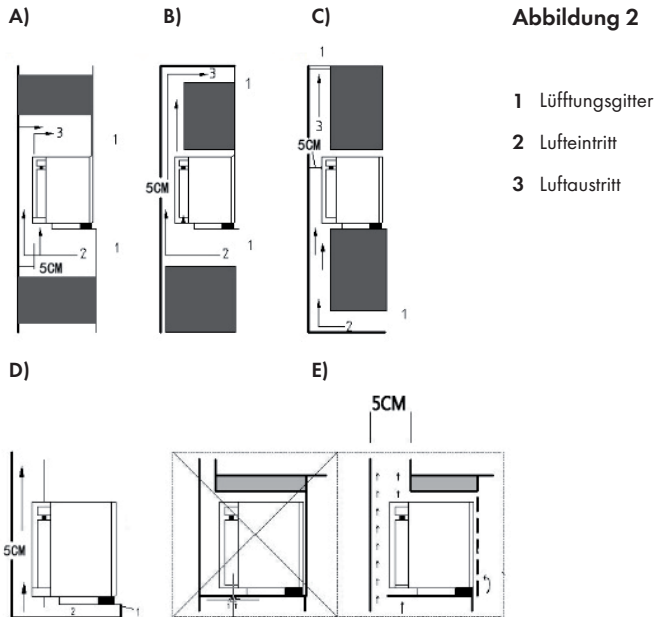

Abbildung 2
- 2 Falls Ihr Kühlschrank in eine Küchenzeile eingebaut wird (wie z. B. in Restaurants und Hotels), lassen Sie genug Platz für die Zirkulation, wie in Abbildung 2 (A, B, C, D und E) dargestellt.